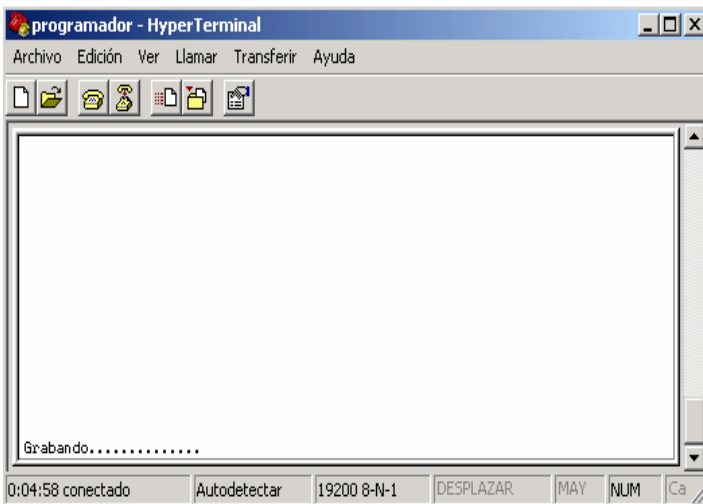

fig.20
Oprimiendo (S) grabara en la base cada opción en la que se realizaron modificaciones. Y se mostrara en pantalla un grafico como la fig.20